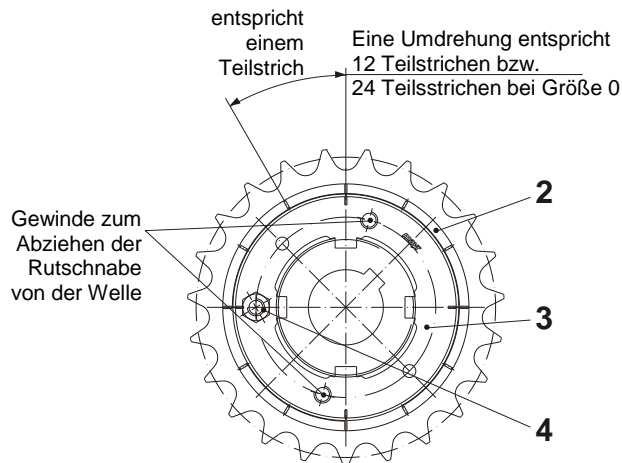

Bild 20
Die Druckscheibe (2) hat stirnseitig zwölf (Größe 0 vierundzwanzig), die Einstellmutter (3) vier Markierungen eingepreßt (Bild 20).
1. Sicherungsschraube (4) aus der Einstellmutter (3) herausdrehen.
2. Einstellmutter (3) mit Sicherungsblech (13) von Hand bis zur Anlage an den Tellerfedern (5) zustellen, wobei die vier Markierungen mit den Markierungen der Druckscheibe (2) übereinstimmen müssen.
3. Einstellmutter (3) um die Anzahl der Teilstriche weiterdrehen, die dem gewünschten Rutschmoment entspricht. Die Anzahl der einzustellenden Teilstriche, abhängig vom Drehmoment, kann der Einstelltablette entnommen werden. Bei Größe 01 bis 5 ist die Einstelltablette auf der Kupplung aufgeklebt. Bei Größe 0 ist die Einstelltablette in der Einbau- und Betriebsanleitung (Tabelle 5).
4. Einstellmutter (3) durch Eindrehen der Sicherungsschraube (4) sichern.
Die Druckscheibe (2) hat stirnseitig zwölf, die Einstellmutter (3) vier Markierungen eingeprägt (Bild 20).
3. Einstellmutter (3) mit Hilfe eines Stirnlochschlüssels um die Anzahl der Teilstriche weiterdrehen, die dem gewünschten Rutschmoment entspricht.